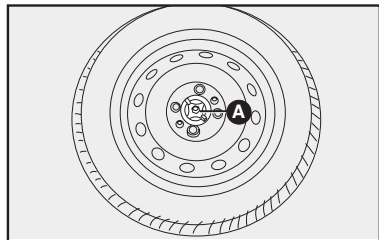

fig. 2
- Afloje el dispositivo de bloqueo **A** **fig. 2**, saque la rueda de repuesto.